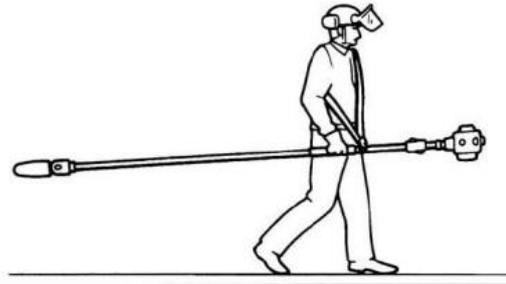

Abb. 1
- Wenn Sie es in der Hand tragen, halten Sie die Maschine immer mit der Kette nach hinten. Siehe Abb. 1